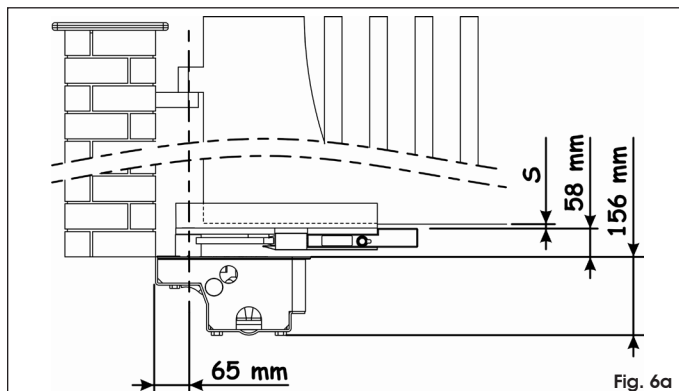

Fig. 6a
- Minimale afstand tussen de onderste rand van de vleugel en de vloer zoals aangegeven in fig. 6a (waar "s" de dikte van de geleidingsbeugel is);
5. Zet de behuizing in het uitgegraven gat met inachtneming van de aanwijzingen in Fig. 6a - 6b - 6c. Het midden van de pen op de behuizing moet perfect in één lijn zijn met de rotatie-as van de vleugel (Fig. 6a - 6b - 6c).